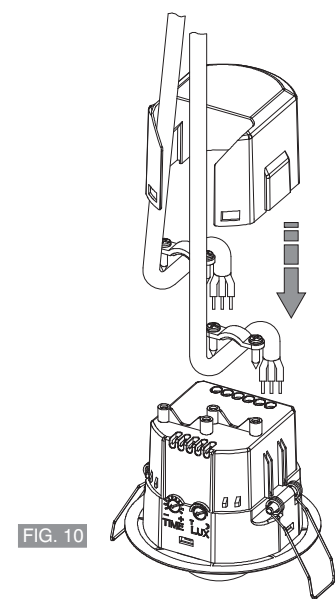

FIG. 10
- Avvitare i bloccacavi e riposizionare la cover coprimorsetti (fig. 10)
- Tighten the cable clamps and reposition the terminal cover in place (fig. 10)